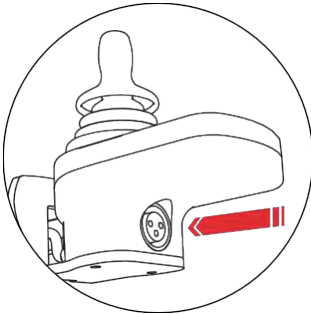

Figura 4.6.1
(3)Nella fase 3, rimuovere la batteria nella direzione indicata nella figura. (Come mostrato nella Figura 4.6.1.3)